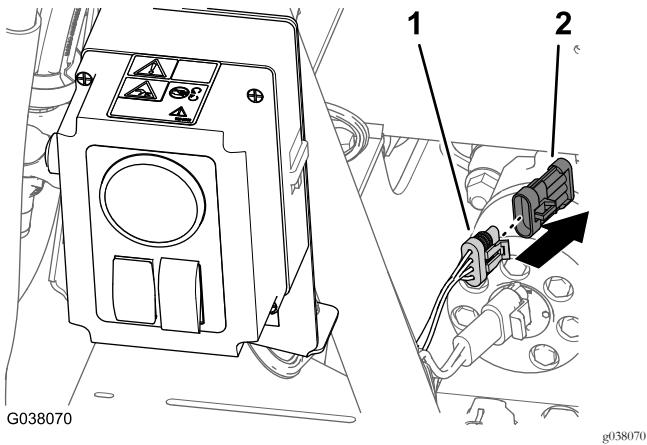

Figura 118
- Nella parte posteriore della macchina, rimovete il tappo dal connettore a 4 prese del cablaggio preassemblato posteriore indicato come AVVOLGITUBO (Figura 118).